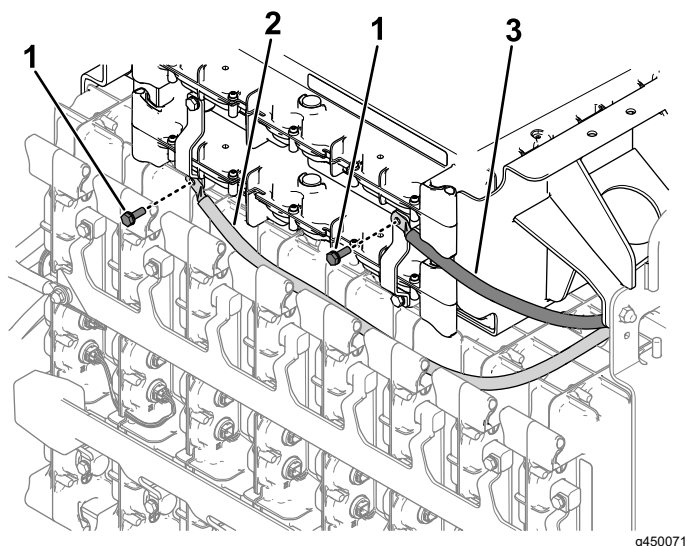
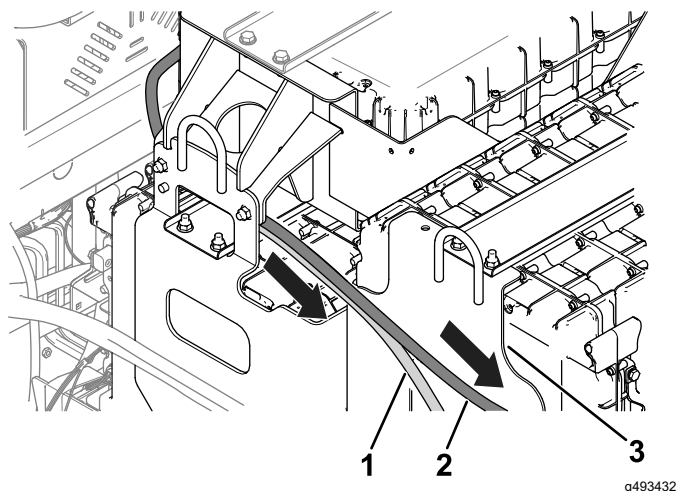

Figura 4
Figura 5
3. Utilize 2 parafusos de cabeça sextavada ($\frac{1}{4}$ pol.) para ligar os cabos vermelho e preto da bateria aos barramentos que instalou no passo anterior (Figura 4).
4. Verifique se os barramentos estão devidamente assentes e aperte os parafusos de cabeça sextavada (Figura 3 e Figura 4) com 11 N·m.
5. Encaminhe a cablagem da bateria em direção ao tabuleiro da bateria traseiro, como mostrado na Figura 4 e Figura 5.